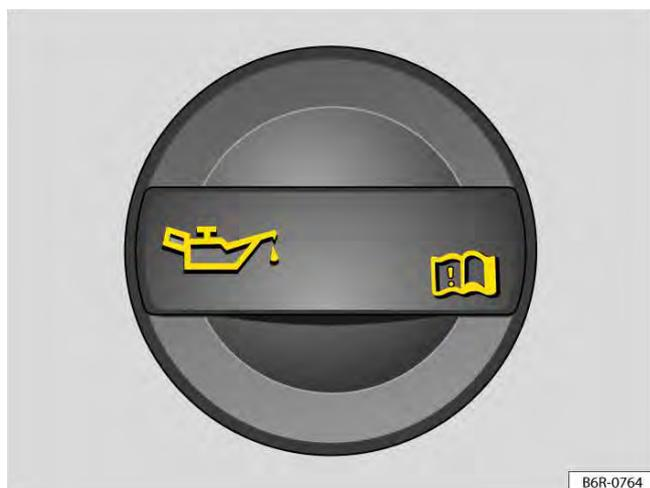

Fig. 164 No compartimento do motor: tampa da abertura para enchimento de óleo do motor.
4. Identificar a abertura para enchimento de óleo do motor e a vareta de medição do óleo. A abertura para enchimento do óleo do motor é identificada pelo símbolo 🛢 na tampa → Fig. 164 e pela vareta de medição do óleo com a alça colorida. Se não estiver claro onde a tampa e a vareta de medição do óleo se encontram, procurar uma Concessionária Volkswagen ou uma empresa especializada.
9. Desrosquear a tampa do bocal de enchimento de óleo do motor → Fig. 164.